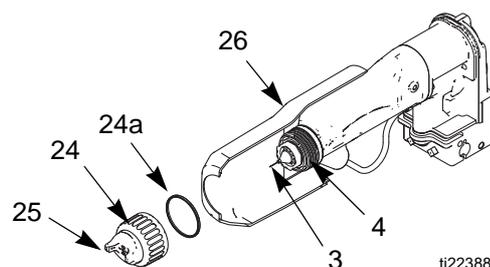

FIG. 12 . Nettoyage du capuchon d'air et de la buse
2. Retirez le capuchon d'air (24, 25) et le capotage (26). Consultez la FIGURE 12.
3. Essuyez la buse (4), du pistolet à l'aide d'un chiffon imbibé de solvant. Évitez de faire pénétrer du solvant dans les passages d'air. À chaque fois que cela est possible, pointez le pistolet vers le bas pendant le nettoyage.
4. Si de la peinture semble être restée dans les passages d'air de la buse (4), retirez le pistolet pour le réparer. Consultez la section **Remplacement du capuchon d'air/buse**, page 28 pour retirer la buse pour nettoyage ou remplacement.
5. Nettoyez le capuchon d'air (25) à l'aide de la brosse à poils doux et du solvant ou immergez-le dans un solvant compatible et essuyez-le proprement. N'utilisez pas d'outils en métal.
6. Faites glisser le capot de protection (26) sur le pistolet.
7. Montez le capuchon d'air avec précaution (25). Introduire le fil de l'électrode (3) dans le trou central du capuchon d'air. Tournez le capuchon d'air pour le placer dans la position souhaitée.
8. Vérifiez si le joint en coupelle (24a) est bien en place sur la bague de fixation (24). Les lèvres doivent être orientées vers l'avant. Vissez la bague de fixation jusqu'à ce que le capuchon d'air soit fermement serré ; le papillon du capuchon d'air ne doit pas pouvoir être tourné à la main.